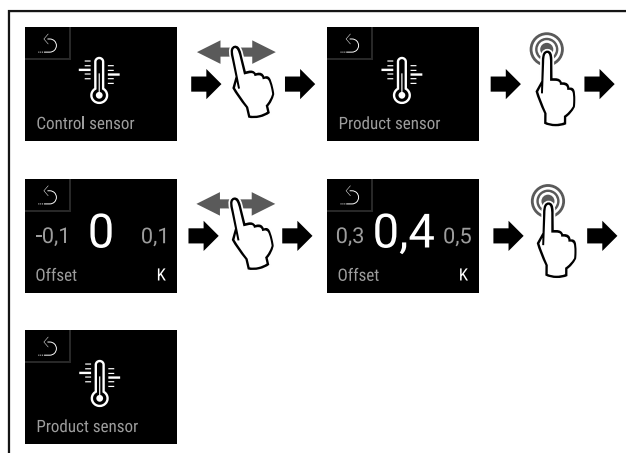

Fig. 139
- ▶ Провести етапи операцій (див. Fig. 139) .